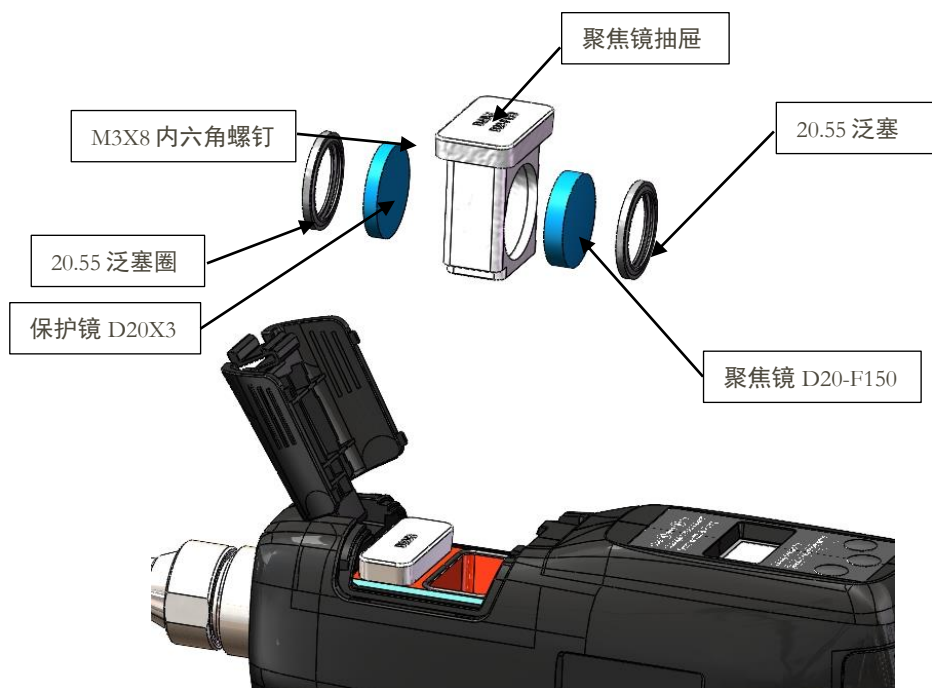

图 11 HW980 上保护镜及聚焦镜拆分示意图
- (1) 如图11，捏住抽屉式镜座两边缓缓拉出聚焦镜抽屉；
- (2) 拆聚焦镜：小心取下20.55泛塞圈，拿出聚焦镜D20-F150
- (3) 拆上保护镜：小心取下20.55泛塞圈，拿出保护镜D20X3。
- (4) 将擦拭干净（或更换）的镜片安装到聚焦镜抽屉里；
- (5) 装回聚焦镜压盖及20.55泛塞圈。
- (6) 将聚焦镜抽屉重新插回焊接头。
在激光焊接的过程中，喷嘴会接触焊接件，并在金属件上摩擦，喷嘴属于耗损件，使用一段时间就需要更换喷嘴。配备的喷嘴是组合喷嘴，由不锈钢底管和紫铜喷嘴组成，紫铜喷嘴有不同的样式，可以应用在不同场景，使用不同粗细的焊丝需使用对应的铜嘴。参考图11所示。